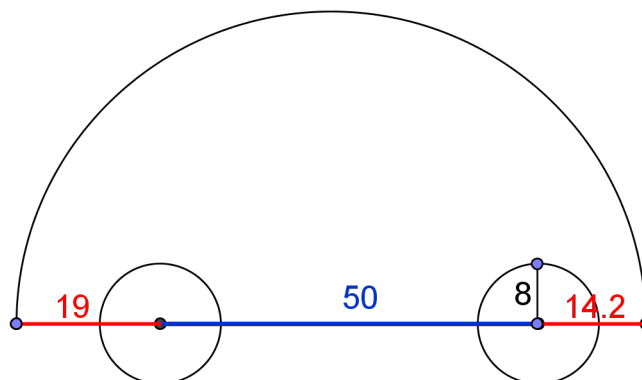

Fig. 4
**Opdracht 7.** Is het mogelijk om een auto met de technische eigenschappen zoals getoond in fig. 4 te parkeren op een helling van  $28^\circ$ ?